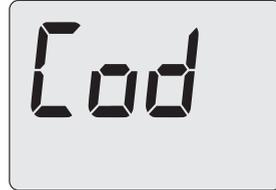

Figura 9.21
- Desplace los parámetros mediante los botones 13 o 14 hasta que aparezcan en el display LCD las letras **Cod**, indicando que se ha entrado en el "parámetro Cod" (Figura 9.21); luego aparecen tres guiones "-" fijos.